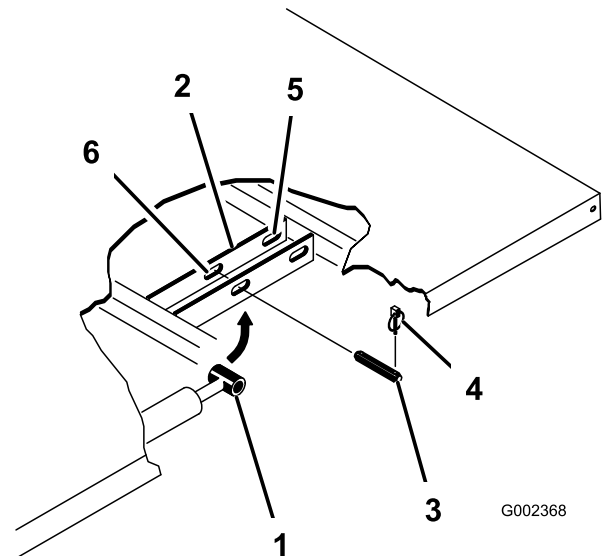

Figura 42
4. Retire las chavetas de los extremos exteriores de los pasadores de las varillas de los cilindros (Figura 42).
5. Retire los pasadores que fijan los extremos de las varillas de los cilindros a las chapas de montaje de la plataforma empujando los pasadores hacia dentro (Figura 42).
6. Retire los pasadores de seguridad y los pasadores que fijan las placas de giro al bastidor (Figura 42).